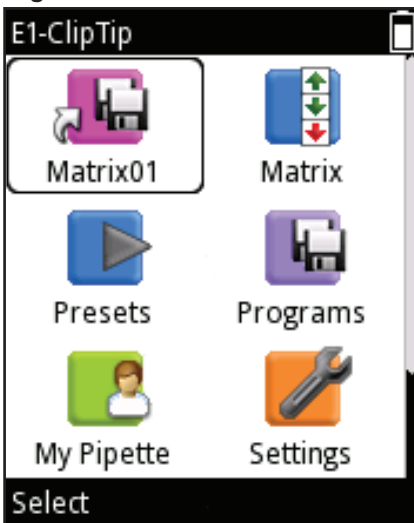

Figura D44.
10. Il collegamento rapido creato compare nella parte superiore della vista del menu principale (Figura D44).